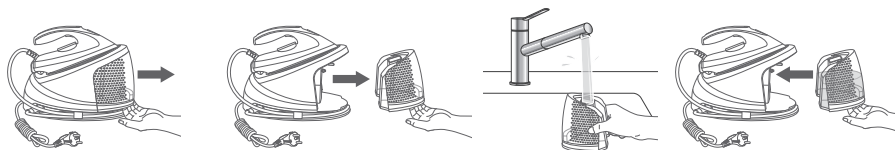

Fig. 2
2. Sujete el tirador (7) en la parte de abajo del depósito de agua (4) y tire de él en línea recta para sacar el depósito de agua de la base de la estación de vapor (5) (**fig. 2**).
3. Llene el depósito con agua del grifo a través del orificio de llenado (3). No sobrepase la marca de nivel «**MAX**» (1,2 l).